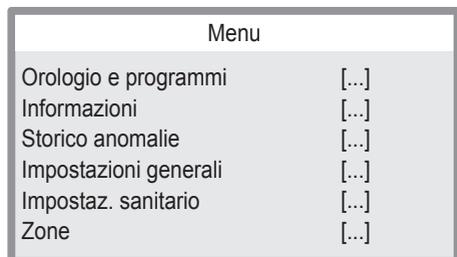

Figura 2.11
- Premere il tasto 15 (Figura 2.10) per accedere al menu principale (Figura 2.11).